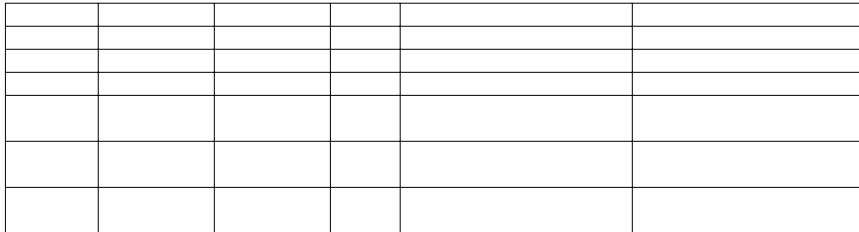
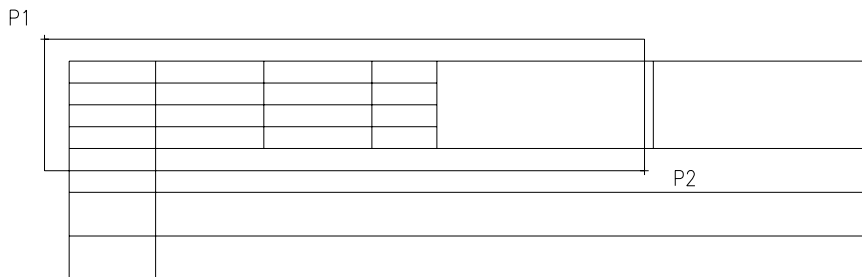

Fig. 5.21
Fig. 5.22
4. Trasarea celorlalte linii ce delimitează zonele dreptunghiulare ale indicatorului, în două etape. În prima etapă, cu ajutorul comenzii *OFFSET* trasăm toate liniile care alcătuiesc zonele respective (fig. 5.21), urmând ca în etapa a doua să ștergem acele capete de linii care depășesc o anumită zonă (fig. 5.22).